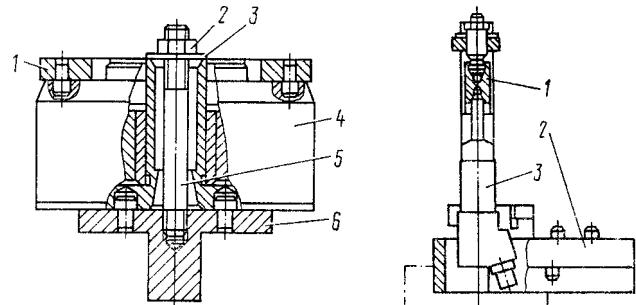

Рис. 104. Разборка муфты:
- зажмите в настольные тиски подставку 6 (рис. 104) приспособления И801.16.000 и установите на нее муфту, вверните в подставку шпильку 5, установите шайбу 3 и затяните гайкой 2: